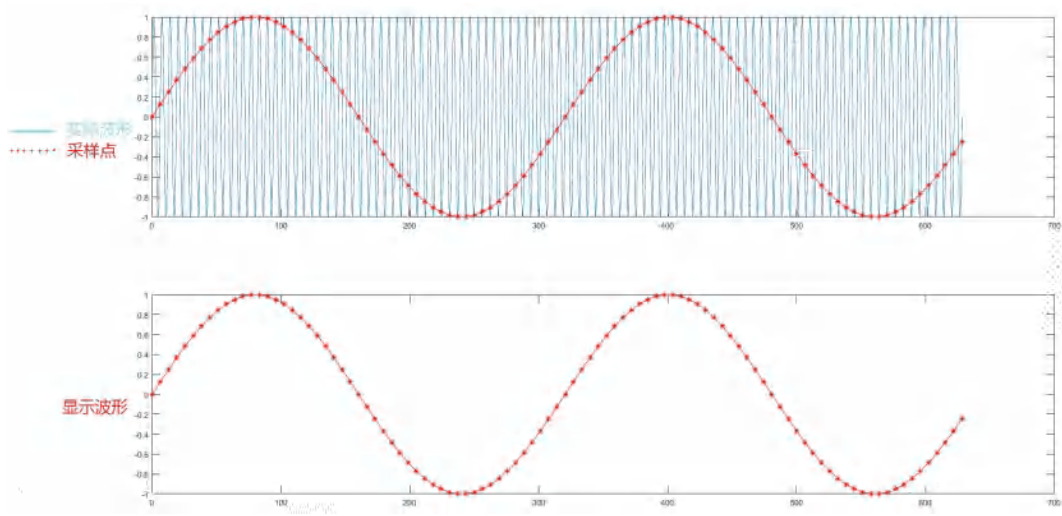

图 10-2
- 波形混叠：由于采样率低于实际信号频率的 2 倍（Nyquist Frequency，奈奎斯特频率），对采样数据进行重建时的波形频率小于实际信号的频率，如下图 10-2 所示。